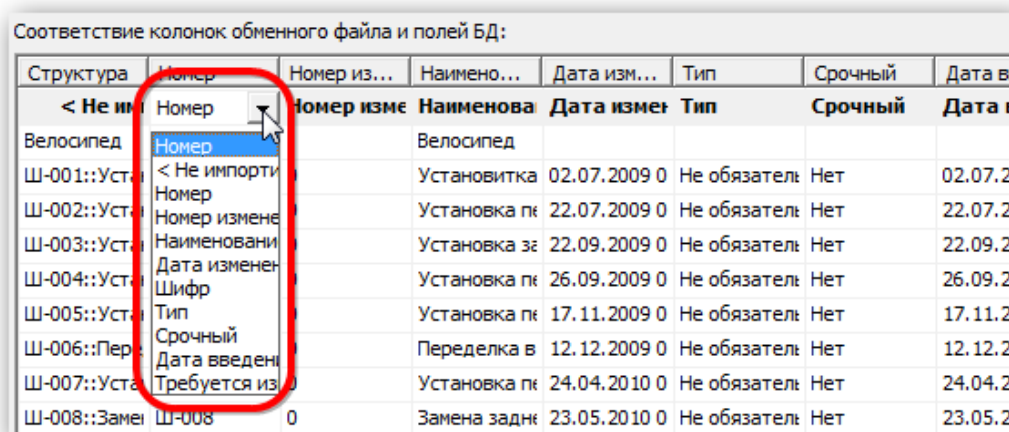

Рис. 13-531 – Установление вручную соответствия колонок в файле и полей БД
3) В результате откроется окно «Импорт данных из файла в формате Microsoft Excel» (рис. 13-531). Описание назначения полей данного окна приведено в пункте 5.4.6 «Панель «Импорт/экспорт»», стр. 58.
4) Нажать в нем кнопку «Выбрать файл на локальном диске» (1 на рис. 13-531). Откроется стандартное диалоговое окно «Открыть» – выбрать нужный файл и нажать кнопку «Открыть».